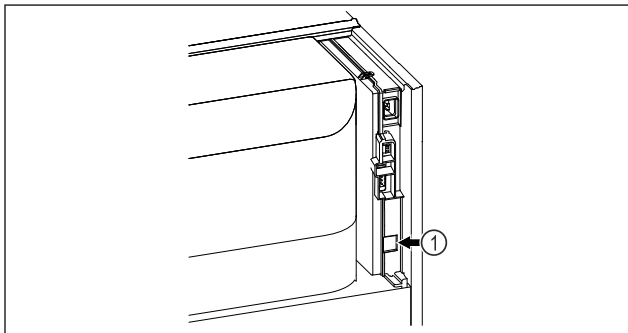

Fig. 73
- ❑ SmartModule Fig. 73 (1) встановлено.